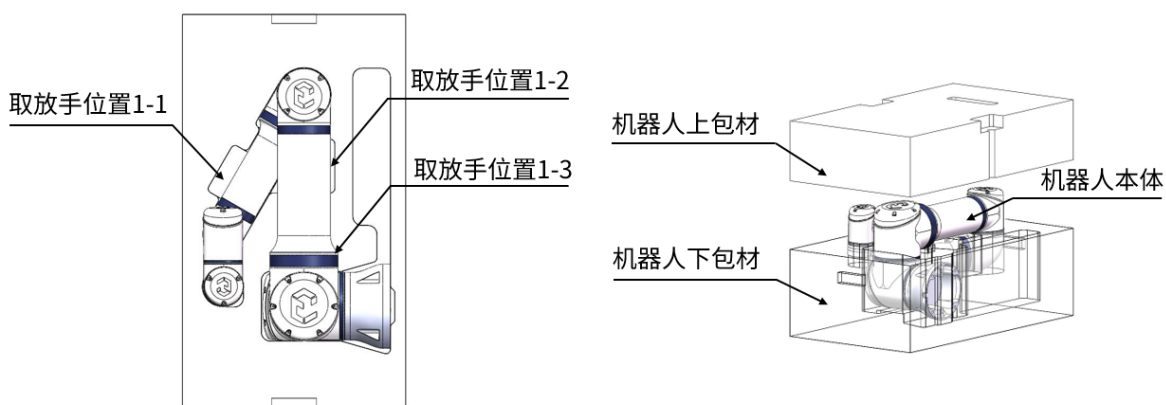

图 6-1: 机器人打包图
- CS618 机器人的打包姿态角度是：（A1: 180°、A2: -180°、A3: 150°、A4: -60°、A5: 180°、A6: -45°），如图 6-1所示；